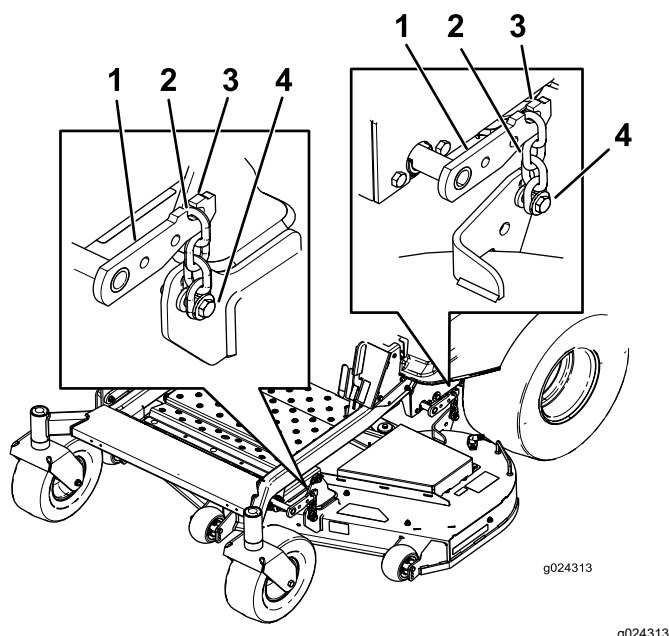

Рисунок 78
8. Снимите цепи с крюков на подъемных рычагах деки (Рисунок 78).
6. Поднимите заднюю часть деки газонокосилки и присоедините цепи к задним подъемным рычагам (Рисунок 78).
7. Подсоедините передние цепи к передним подъемным рычагам (Рисунок 78).